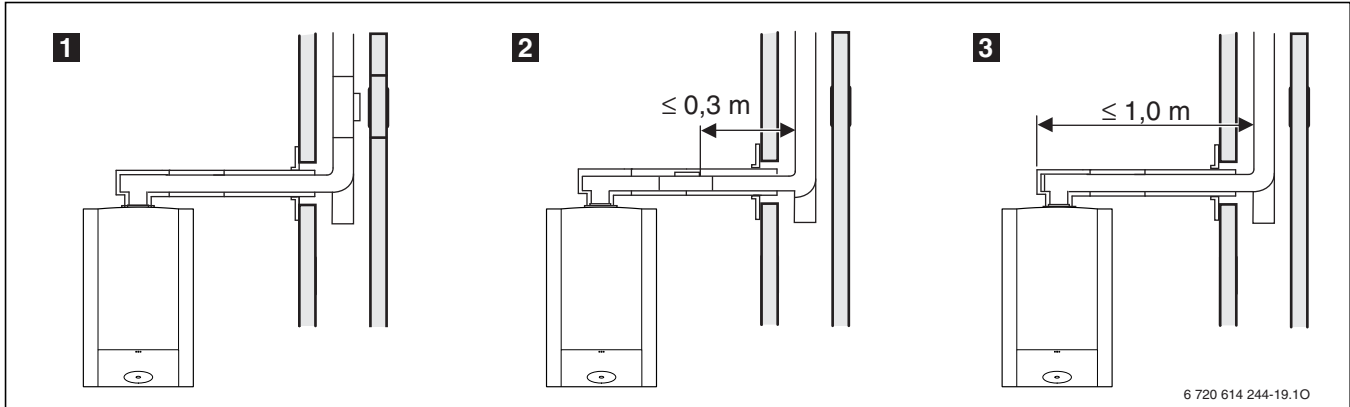

Bild 54
- 1** im senkrechten Teil der Abgasanlage direkt oberhalb der Einführung des Verbindungsstückes (Bild 54)
- 2** seitlich im Verbindungsstück höchstens 0,3 m entfernt von der Umlenkung in den senkrechten Teil der Abgasanlage (Bild 54)
- 3** an der Stirnseite eines geraden Verbindungsstückes höchstens 1,0 m entfernt von der Umlenkung in den senkrechten Teil der Abgasanlage (Bild 54).